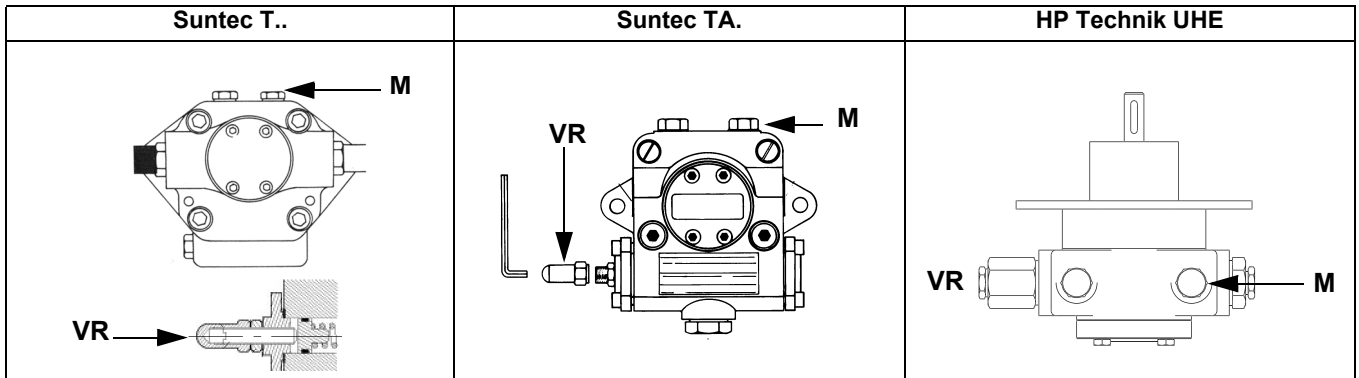

Рис. 10
- 3 выпустить воздух со штуцера (**M**) манометра насоса (Рис. 10), расставив слегка заглушку, но не снимая ее; затем отпустить контактор;